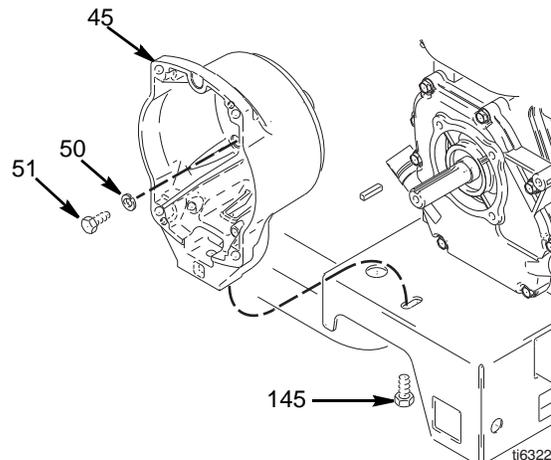

FIG. 10
3. FIG. 10. Desligue a embraiagem (+) e os respectivos conectores (-) da cablagem que se encontra sob o carrinho do equipamento.
2. FIG. 10. Retire os quatro parafusos (51) e as anilhas de segurança (50) que fixam o cárter da embraiagem (45) ao motor.
3. Retire o parafuso (145) da parte inferior da placa de fixação.
4. Retire o cárter da embraiagem (45).
1. FIG. 10. Exerça pressão sobre o cárter da embraiagem (45).
2. Instale os quatro parafusos de cabeça sextavada (51) e as anilhas de segurança (56) e fixe o cárter da embraiagem (45) ao motor. Utilize um binário de aperto de 200 pol.-lbs (22,6 N-m).
3. Instale o parafuso (145) na parte inferior da placa de fixação. Utilize um binário de aperto de 26 pol.-lbs (35,2 N-m).